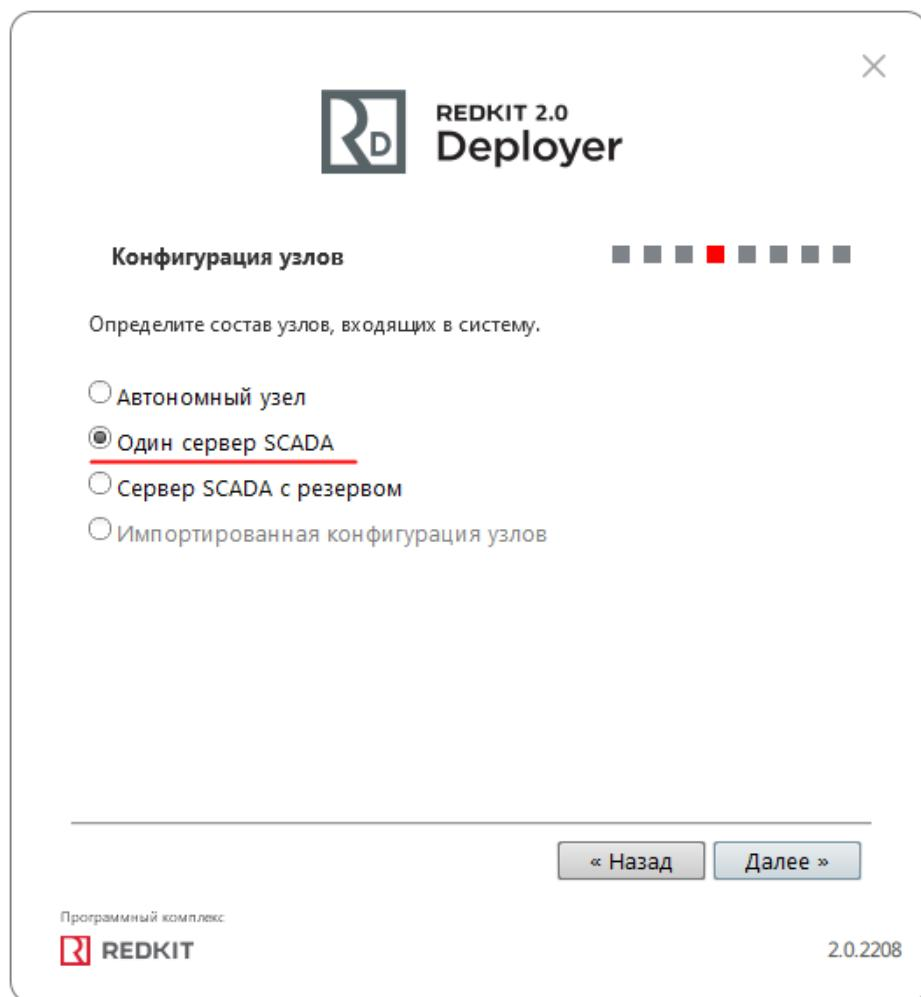

Рисунок 66 - Конфигурация узлов
9. Выберите конфигурацию узлов **Один сервер SCADA** и нажмите **Далее** (Рисунок 66).